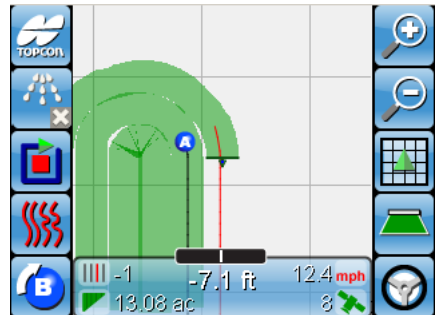

Figura 9-54. Cargue otro patrón de guiado
7. Repita el procedimiento anterior si desea cargar otro patrón de guiado (figura 9-54) que se haya guardado para el mismo campo.